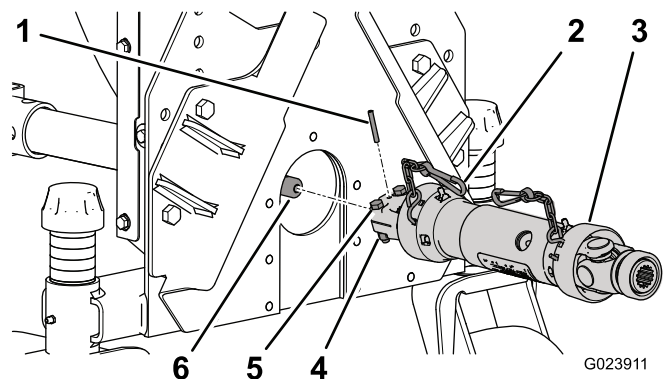

図 9
4. ロールピンでアセンブリを固定する 図 9。
5. 駆動シャフトをギアボックスのシャフトに固定するボルト5/16 x 1¼" 2本とロックナット5/16" 2個を使用する 図 9。
8. 安全チェーンをブロアフレームに取り付ける 図 9。